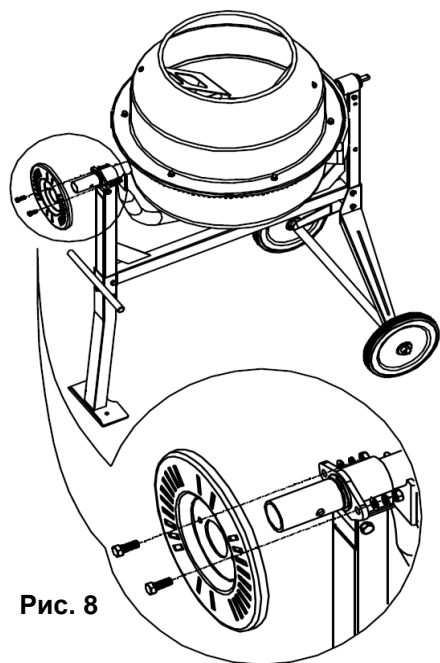

Рис. 8
- Наденьте диск на конец вала с большим диаметром со стороны ножек стойки. Закрепите конструкцию двумя болтами М8х25, на каждый болт помещается гровер, шайба и гайка (См. Рис.8).